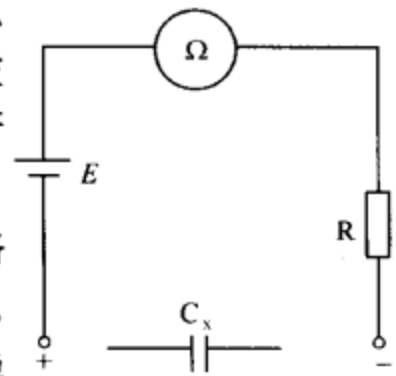

图 2-8 测量电容等效电路
(1)检查电容器的质量。由于万用表的欧姆挡具有电源,电路中的电阻元件可以看成是一个等效电阻 R ,当测量电容器时,被测电容与欧姆挡电路一起构成了一个一阶 RC 网络,如图 2-8 所示。